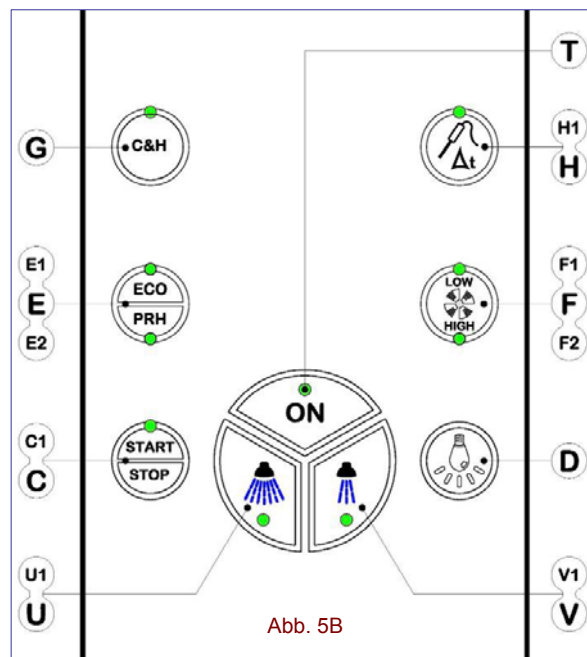

Abb. 5B
5.4F Cook & hold (Abb. 5B)
5.4A Sonde à cœur avec Delta T (Δt) (Fig. 5B)